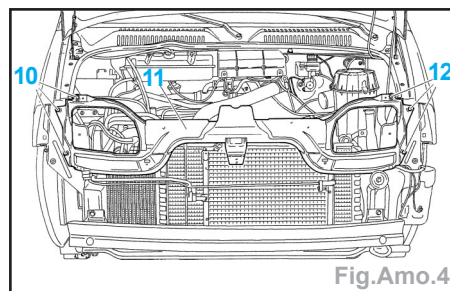

Fig.Amo.4
- gâche de capot (4),
- les vis (7),
- le manchon (5) (aspiration d'air),
- Déposer (Fig.Amo.4) :